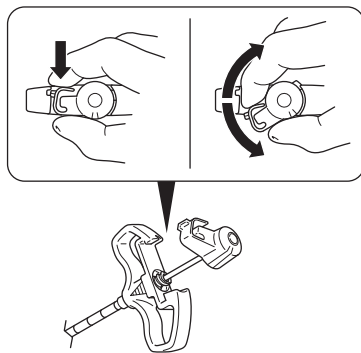

図2 - アクセス用カニューレからスタイレットを取り除く
4. スタイレットをロック解除し、アクセス用カニューレから取り外します (図2)。